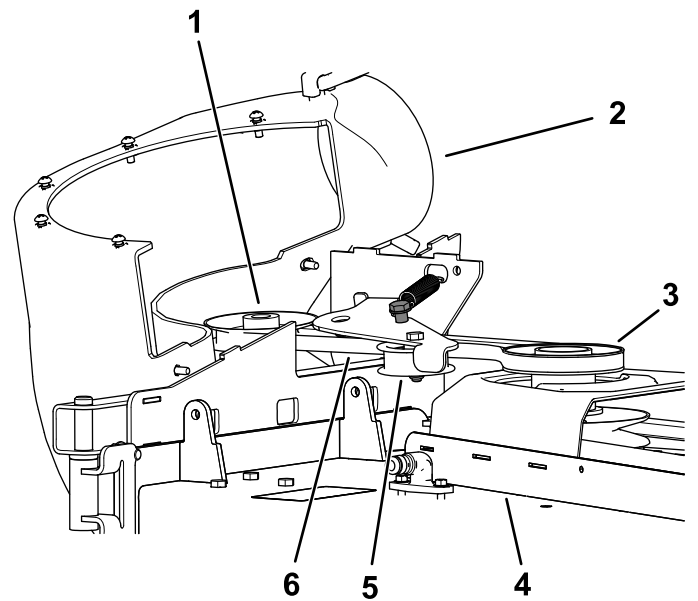

Figura 35
2. Empurre a polia intermédia da mola para trás para aliviar a tensão da correia (Figura 35).
6. Instale a nova correia em redor das polias do soprador (Figura 35).
8. Instale a nova correia em redor da polia da plataforma do cortador (Figura 35).
9. Puxe a polia intermédia da mola para trás e instale a correia na polia intermédia da mola (Figura 35).